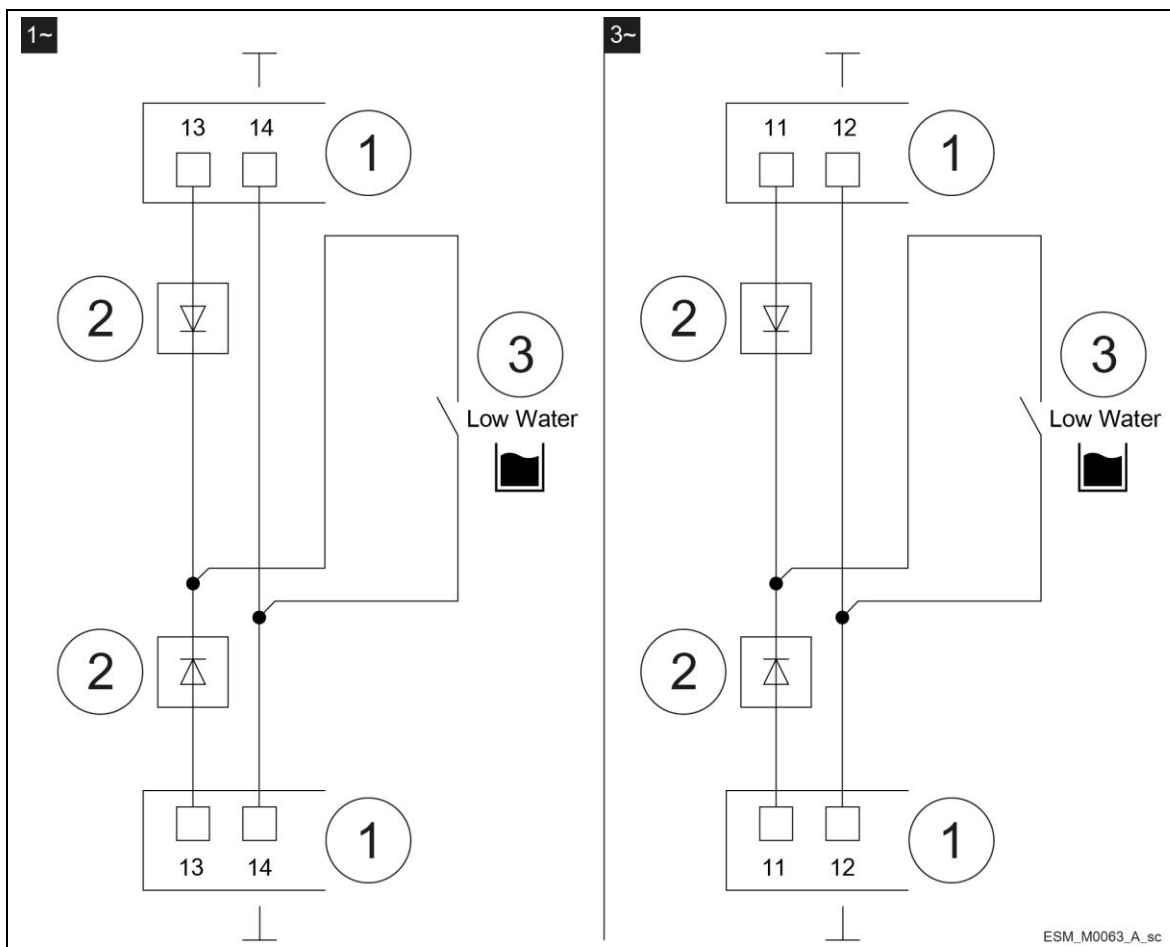

Рисунок 12: Диод
- При активации сдвоенного режима, если используется только один внешний контакт, регулирующий отсутствие воды, для обоих агрегатов (клеммы 13-14 для однофазного исполнения; клеммы 11-12 для трехфазного), необходимо установить два диода, убедившись в соответствии полярности контактов 2 агрегатов. См. рисунок 12.